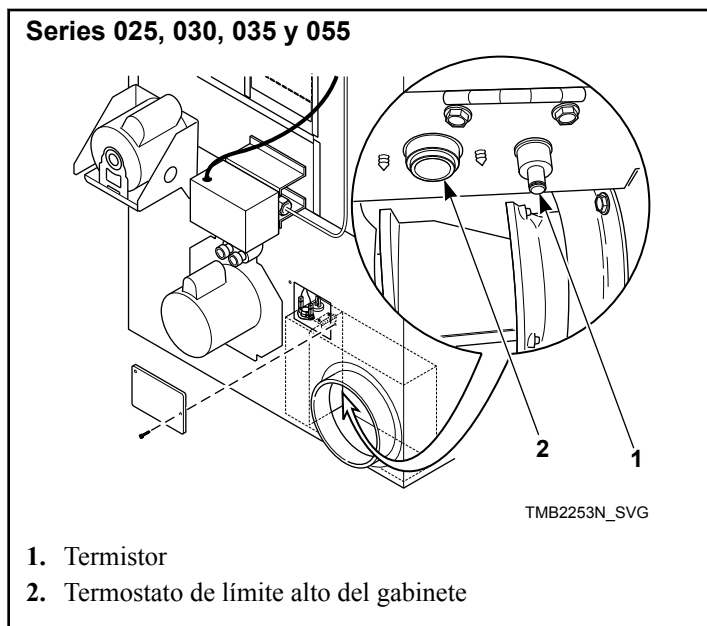
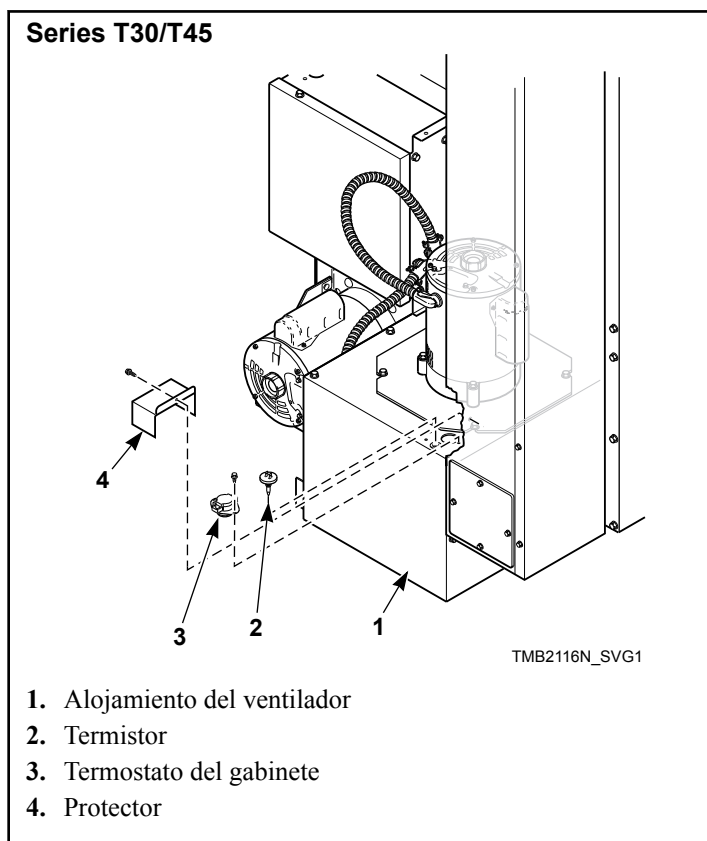

Figura 65
Figura 66
- e. Limpie las pelusas del termostato y termistor de límite alto del gabinete. Consulte la *Figura 65* y la *Figura 66*.